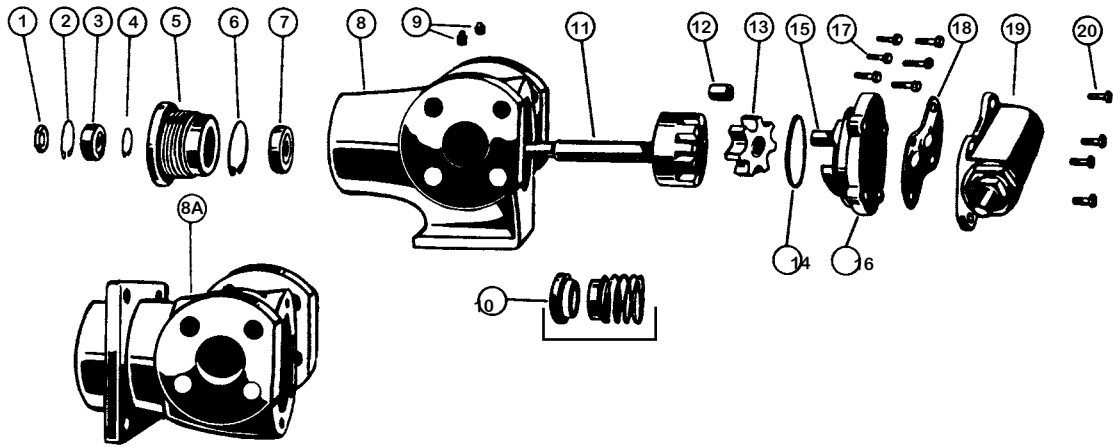

FIGURA 7 - VEDUTA ESPLOSA DEI MODELLI GG, HJ E HL 4193 E 493
1. Fate riferimento alle figura 7 e 8, pagina 4 per il modello smontato e il nome dei pezzi. I modelli 4193 e 493 si smontano e si assemblano allo stesso modo. L'unica differenza tra questi è nella camicia.